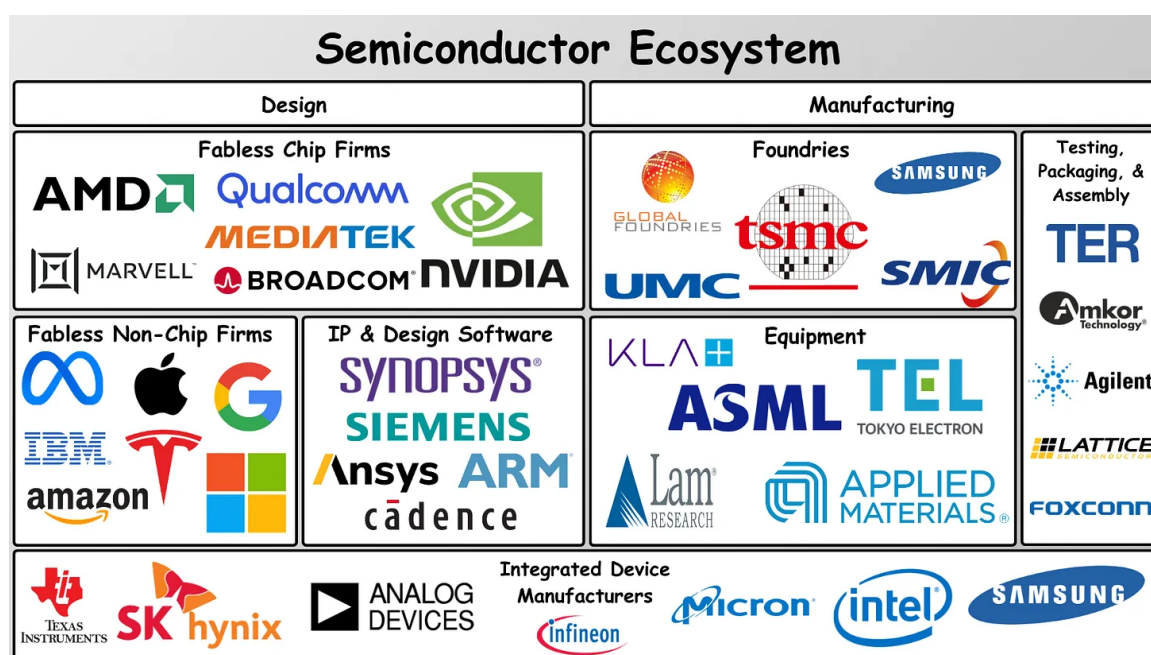

图 11：半导体生态系统示意。不同类别公司在输入、输出和责任边界上显著不同。
9. 在图 11 中选几类公司，查一查它们的代表企业，说说它们主要做什么、在产业链中处于什么位置。